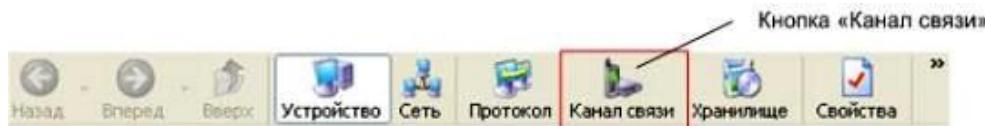

Рисунок 41 - Кнопка «Канал связи» на панели инструментов
5.2.3.13 Для настройки канала связи нажать на панели инструментов кнопку «Канал связи» (рисунок 41). В результате откроется окно «Справочник», которое показано на рисунке 42.